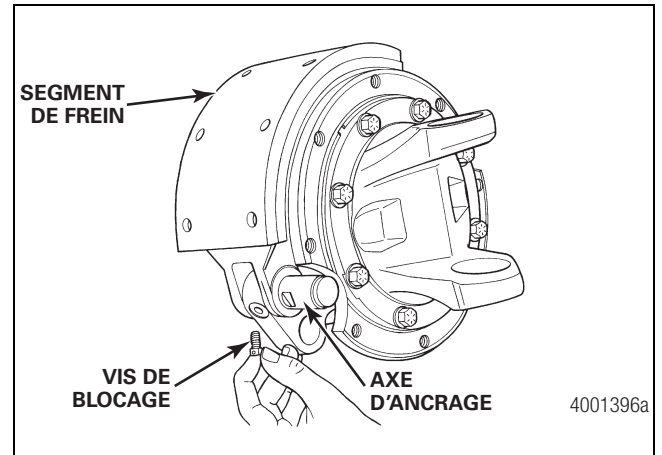

Figure 5.24
4. Poser les axes d'ancrage dans les segments de frein. S'assurer que le plat de l'axe est en face de la vis de blocage dans le segment. Figure 5.24.
5. Utiliser un marteau et un chasoir en laiton pour loger les axes d'ancrage dans les segments. Figure 5.24.